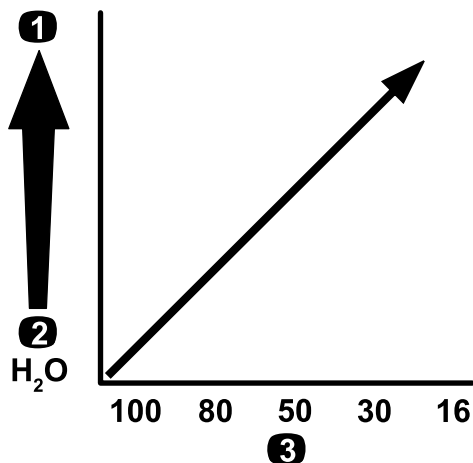

図 22
**重要** 粘度の高いドロドロした薬剤や、ウェットブル水和剤を散布する場合には、オプションの目の粗い圧力フィルタが必要になる場合があります 図 22 を参照。